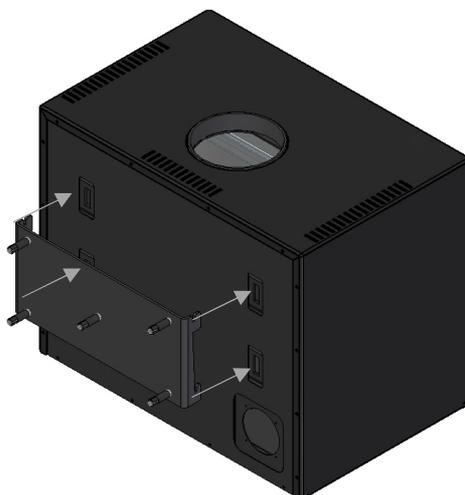

Figura 4 – Fixação do equipamento à parede
- Depois de estar bem apertada a peça de suporte á parede coloque o equipamento, Figura 4.